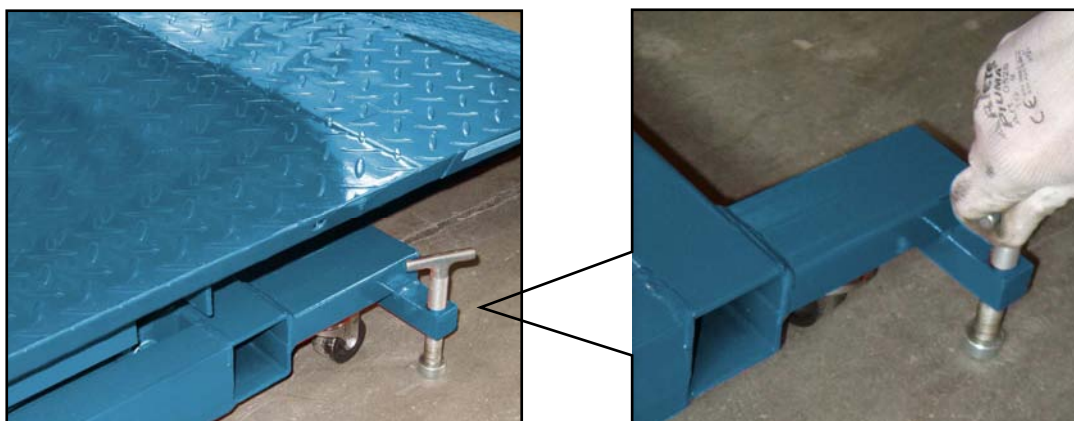

Figura 13 – Bloccaggio della piattaforma con i piedini regolabili.
4. Dopo aver posizionato la macchina, sollevate le ruote posteriori dal suolo avvitando i piedini regolabili, come mostrato in figura 13.